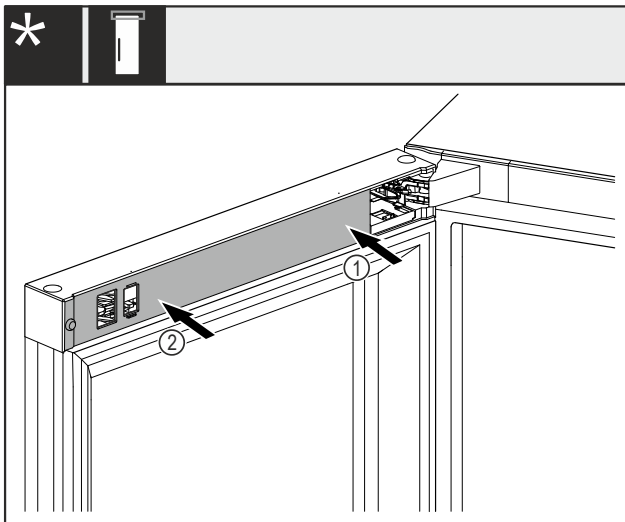

Fig. 48 *
- ▶ Afdekking Fig. 48 (1) eerst aan de lagerbokzijde plaatsen en vastklikken.*
- ▶ Afdekking Fig. 48 (2) aan de buitenkant plaatsen en vastklikken.*